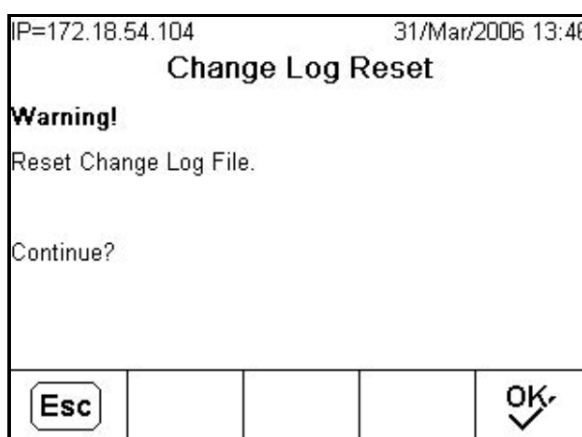

Figura C-33: Schermata di reimpostazione registro modifiche
2. Premere il soffkey REIMPOSTA  per reimpostare il file di registro. Viene visualizzata una schermata di avviso, simile a quella mostrata in Figura C-33 chiedendo conferma. Premere il soffkey OK per continuare. Viene visualizzato un messaggio di stato di conferma dell'avvenuta reimpostazione. Per tornare alla schermata di configurazione senza effettuare la reimpostazione, premere il soffkey USCITA **[Esc]**.